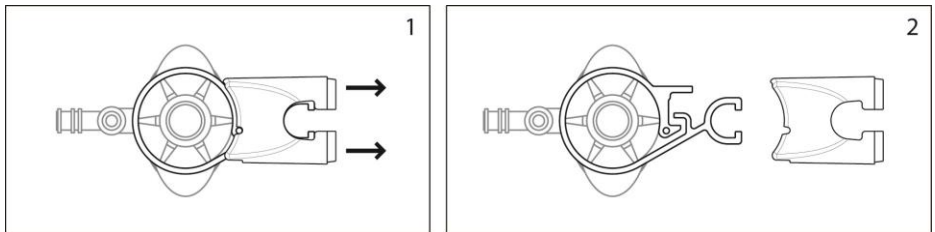

Abbildung 15
(N) Zunächst die Klemmenbasis abziehen (siehe Abbildung 15) und anschließend den Trokar von der Kugelklemme nehmen..